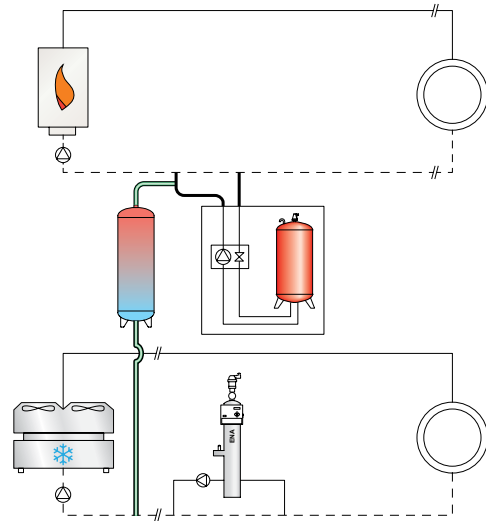

Abbildung 3
- Der Flamcomat, ein pumpengesteuerter Druckhalteautomat, hat wegen der Entgasungsfunktion zwei Systemanschlüsse. Er wird am besten im Warmwassersystem installiert, und zwar mit beiden Anschlüssen im Rücklauf oder mit einem Anschluss an die Druckausgleichsleitung (siehe Abbildung 3). Die Anschlussleitung des Automaten sollte im Durchmesser mindestens dem der Ausgleichsleitung entsprechen. Eventuell kann im Kaltwassersystem noch ein zusätzlicher ENA Vakuum-Entgasungsautomat angeschlossen werden.